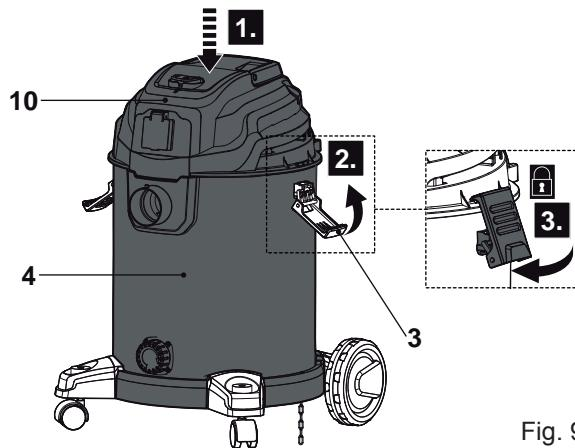

Fig. 9
- > Coloque la unidad del motor (10) con el filtro de cartuchos (23) en el depósito (4) y fíjela con las abrazaderas de plástico (3) (Fig. 9). Compruebe que la unidad del motor encaja bien en el depósito y que la conexión esté bien sellada.